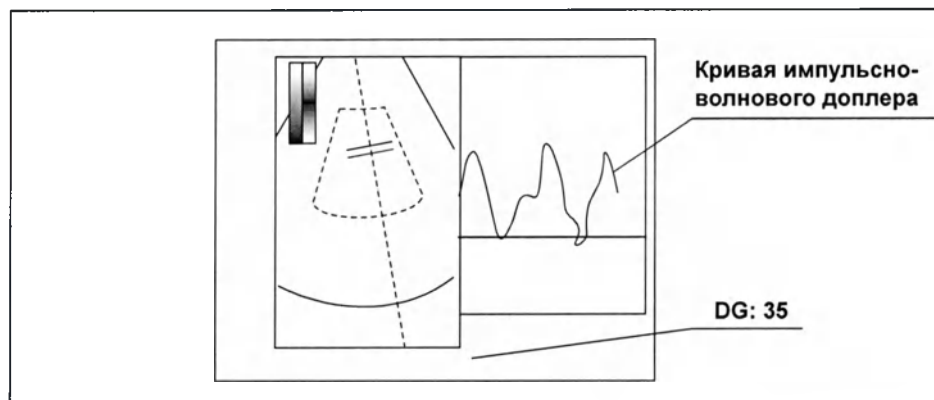

Рисунок 7.129
- 1 С каждым нажатием кнопки PW GAIN + увеличивается яркость кривой PW, что влечет за собой увеличение значения усиления PW, отображаемого в окне исследования, (значение после «DG:» на рис. 7.129).
- 2 С каждым нажатием кнопки PW GAIN – уменьшается яркость кривой PW, что влечет за собой уменьшение значения усиления PW, отображаемого в окне исследования, (значение после «DG:» на рис. 7.129).